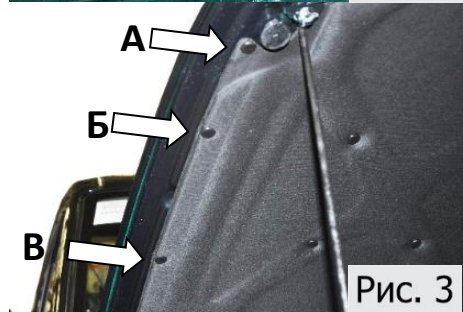

Рис. 3
3. Демонтировать пластиковые пистоны А, Б, В.(Рис.3)